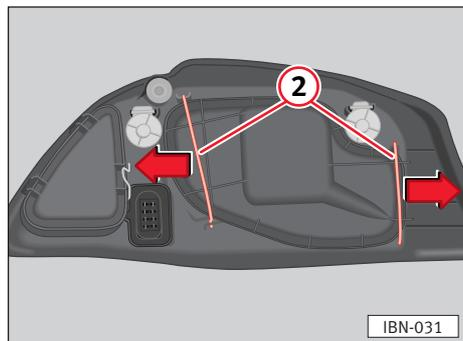

Fig. 151
- Premere i sostegni ⇒ fig. 151 ② verso l'esterno, nel senso indicato dalle frecce ed estrarre il coperchio.